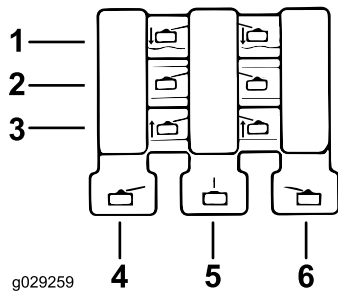

Figura 26
1. Per abbassare gli apparati di taglio, spostate le leve di comando del sollevamento verso il basso e rilasciatele (Figura 26).